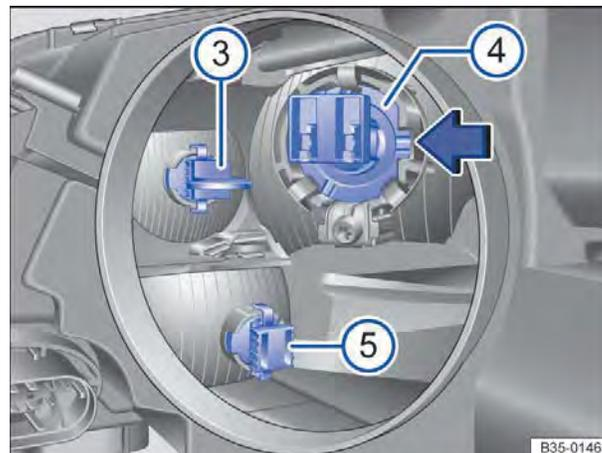

Fig. 245 Montar e desmontar a lâmpada do farol de rodagem diurna e luz de posição ③, farol de conversão ④ ou indicador de direção ⑤.
4. Retirar o suporte da lâmpada ⇒ Fig. 245  com a lâmpada incandescente para trás da carcaça do farol.
4. Pressionar o suporte da lâmpada ⇒ Fig. 245  na direção da seta e retirar com a lâmpada incandescente para trás da carcaça do farol.
7. Colocar o suporte da lâmpada com a lâmpada incandescente na posição original dentro da carcaça do farol  e pressionar contra a direção da seta. O ressalto do encaixe da lâmpada deverá estar no entalhe da carcaça do farol ⇒ Fig. 245 (seta).
4. Pressionar o suporte da lâmpada ⇒ Fig. 245  para baixo e retirar com a lâmpada incandescente para trás da carcaça do farol.